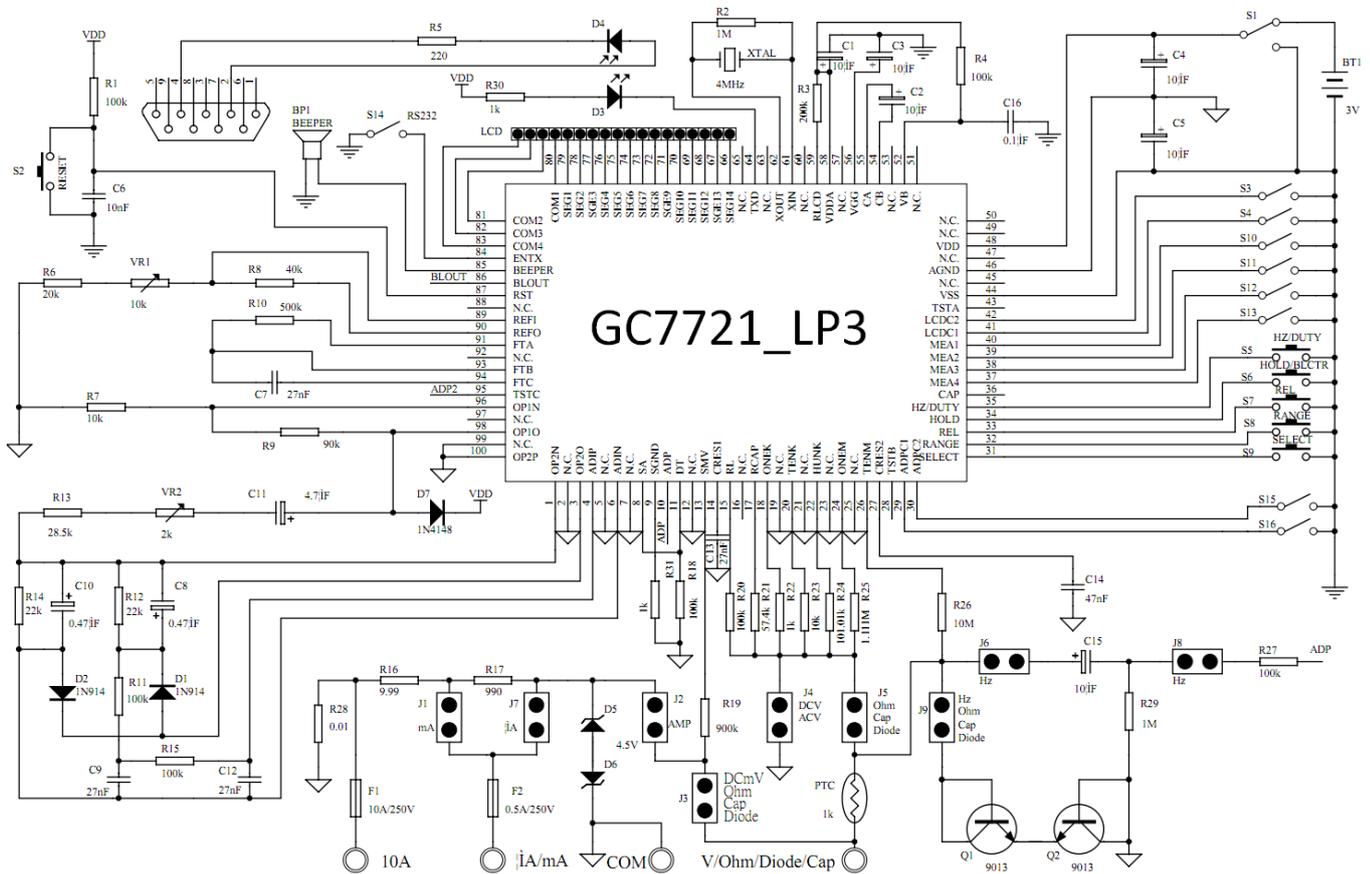

图6 通用电路总图
注：①Jump 栏中 JX 表示在图 6 通用线路总图上该测量功能的 JX 是接通的。
②在 Auto 模式下，ACV 档位按 RANGE 键才能选择到 ACmV 量程。
③TSTB=1, 电流档以 400mV/4V 输入；TSTB=0 , 电流档以 40mV/400mV 输入。详见“14.11 电流测量”说明。
④此档位是以 ADP 路径输入测量 Hz/Duty。
⑤ADP 可输入 400.0mV/40.00mV，自动跳档，分别显示 4000，400.0。
⑥在“1101”编码下，当 CAP=1 按 SELECT 是 Ω /Diode/Continuity 切换；当 CAP=0 按 SELECT 是 Ω /Diode/Continuity/ Cap. 切换。